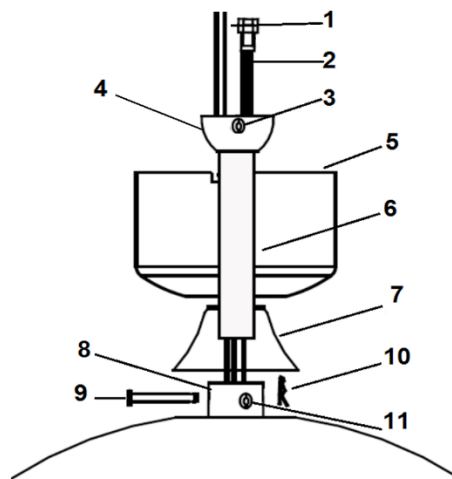

Fig. 6
- 1) Retire la junta esférica (4) de la tija (6) aflojando el juego de tornillos (3), inserte los cables del motor (1) y el cable de la luz LED (2) a través de la tija (6).
- 2) Inserte la tija en el acoplamiento (8), alinee los orificios del acoplamiento con los orificios de la tija e inserte el perno (9). A continuación, inserte el pasador (10) en el extremo del perno.
- 3) Fije la tija y el acoplamiento apretando los dos tornillos de fijación (11) del acoplamiento.
- 4) Pase el perno y la tapa del pasador (7) y el florón (5) a través de la tija.
- 5) Fije la junta esférica de nuevo en la tija. Fig. 6